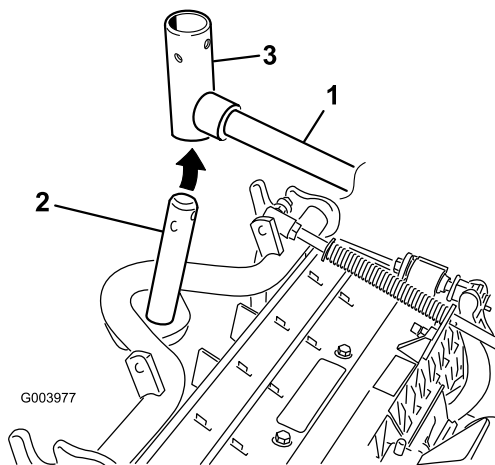

Figura 8
8. Per gli elementi di taglio anteriori, infilate un elemento di taglio sotto il braccio di sollevamento mentre inserite l'albero del telaio portante nella forcina del braccio di sollevamento (Figura 8).
- B. Inserite la forcella del braccio di sollevamento nell'albero del telaio portante (Figura 8).